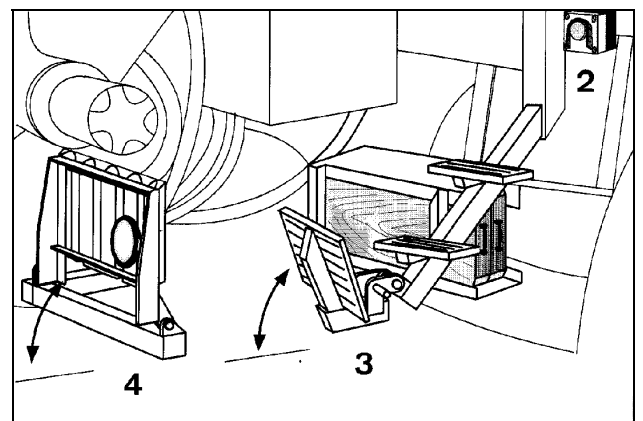

Fig. 1
- Poner los dispositivos abatibles (véase ejemplos en la Fig. 1) en la posición de transporte.